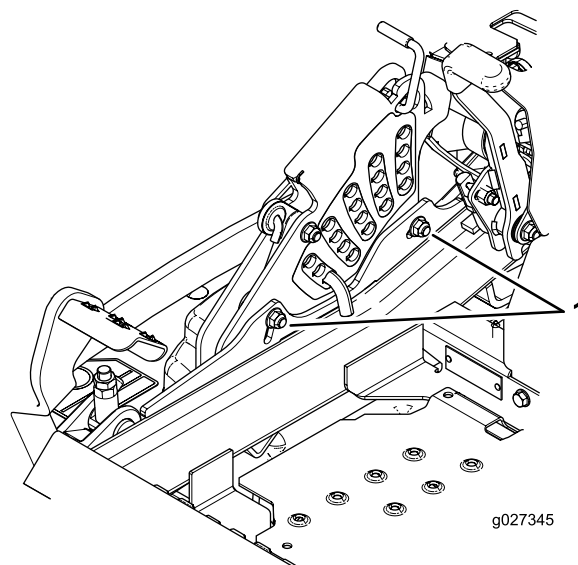

Figura 96
12. Para ajustar um sistema de ponto único, desaperte os 2 parafusos na parte inferior da placa da altura de corte (Figura 96).